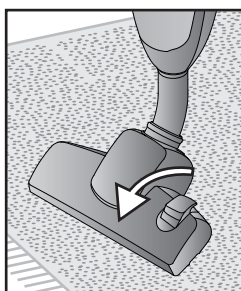

Abb. 4
- Um Teppiche und widerstandsfähige Böden zu reinigen, empfiehlt man, die Borsten nicht zu verwenden. Um die Borsten in die Bürsten einzuziehen, muss man den Auswahlsschalter (I) nach oben schieben (Abb. 4).